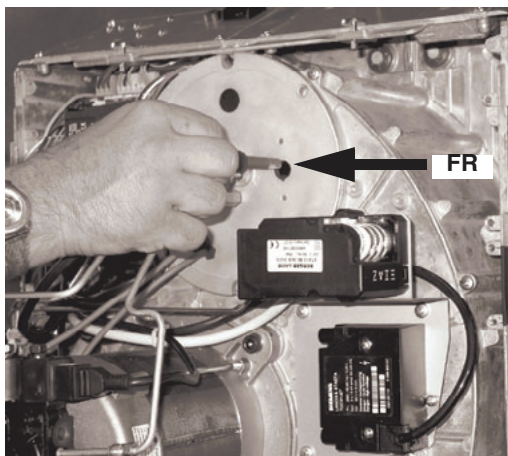

Fig. 19d
- Sfilare la fotoresistenza FR dalla sua sede (Fig. 19d).
- Reinstale el cabezal de combustión y los 4 tornillos V1 - V4 (Fig. 19d).